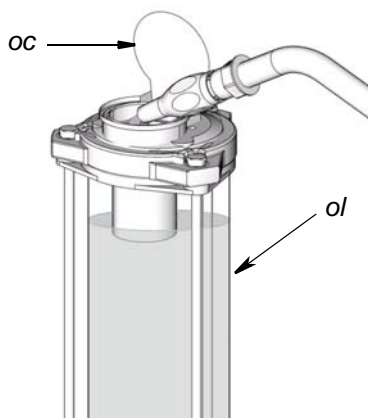

Рис. 5
- Медленно заливайте масло (*ol*) до тех пор, пока резервуар не наполнится согласно своей вместимости (Рис. 5). Соблюдайте осторожность, чтобы не наполнять резервуар слишком быстро и не превысить вместимость резервуара.
- Закройте колпачок маслозаливного патрубка (*os*), чтобы предотвратить загрязнение и расплескивание (Рис. 5).